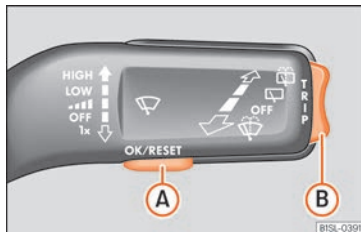

Fig. 34 Palanca de l'eixugaparabrises: teclat de control.
- Si es visualitza un missatge o el pictograma del vehicle, premeu la tecla **OK/RESET** (» fig. 34 **A**).
- Premeu la part superior o inferior de la tecla basculant » fig. 34 **B** fins que aparegui el punt de la indicació desitjat.